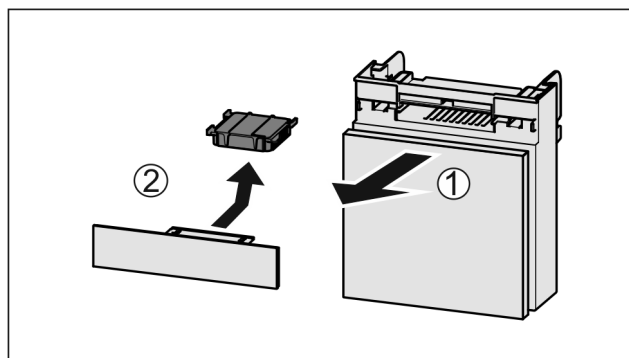

Fig. 36
- ▶ Zásuvku vytáhněte dopředu Fig. 36 (1).
- ▶ Filtr s aktivním uhlím vyjměte Fig. 36 (2).